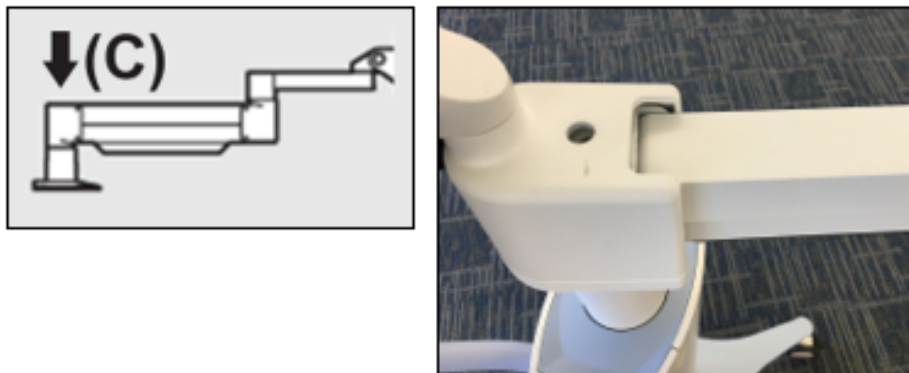

Figura 4-7. Definir a tensão do braço com o parafuso C de ajuste de tensão
- Defina a tensão do braço recorrendo ao parafuso C de ajuste de resistência. Use uma chave Allen 7/32 e rode o parafuso C no sentido anti-horário até que o braço comece a mover-se lentamente para cima. Deve existir uma ligeira recuperação quando o braço toca levemente no braço para baixo após o ajuste. Consulte a figura 4-7.